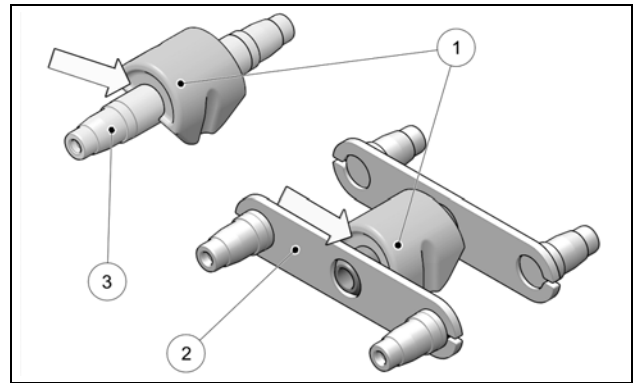

Figure 40
Vérifier que les supports de caoutchouc (1) aux tandems (2) et aux arbres de roue (3) sont fixes les uns contre les autres et ne montrent pas de début de séparation (décollement) entre les composantes. Figure 40.